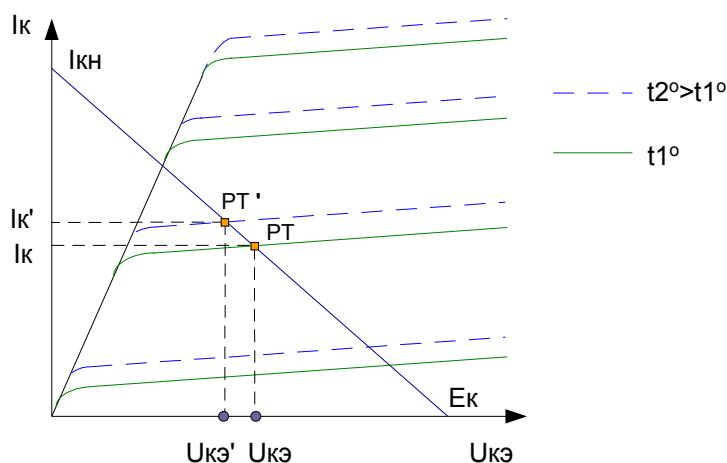

Рис. 88
1) Температурное свойство транзисторов. Диапазон рабочих температур транзистора определяется температурными свойствами р-п перехода. При его нагревании от комнатной температуры (25°C) до 65°C сопротивление базы и закрытого коллекторного перехода уменьшается на 15 – 20 %. Особенно сильно нагревание влияет на обратный ток коллектора $I_{\text{кбо}}$. Он увеличивается в два раза при увеличении на каждые 10°C . Всё это влияет на характеристики транзистора и положение рабочей точки (смотрите Рис. 88).